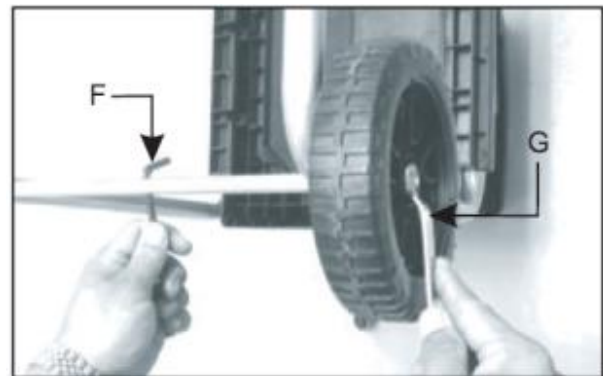

Fig.1D
- Halten Sie die Mutter mit dem Schlüssel (G) und befestigen Sie die Achse mit dem gelieferten Innensechskant-schlüssel (F). (Fig.1D)